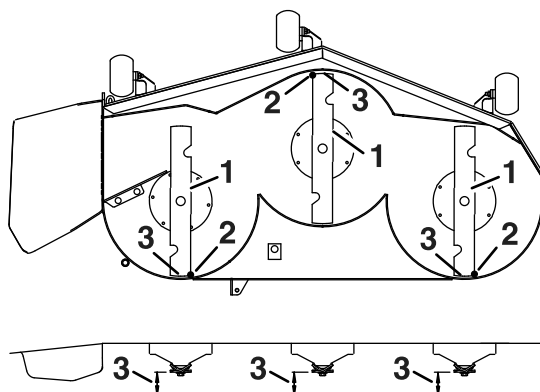

Figura 70
3. Girate con cautela le lame in modo che siano disposte longitudinalmente (Figura 70).
4. Misurate il valore dalla punta della lama anteriore e dalla punta della lama posteriore alla superficie piana (Figura 70).